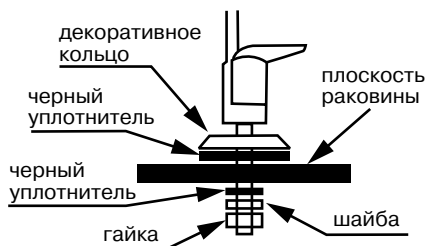

Рис. 4
Монтаж крана чистой воды* производите согласно **рис. 4**. Мы рекомендуем не затягивать гайку крана до завершения монтажа и проверки работоспособности системы, чтобы была возможность убедиться в отсутствии подтекания воды в месте соединения корпуса крана и резьбовой трубки. В комплекте с краном чистой воды для герметизации соединения с трубкой может поставляться набор уплотнений для подключения, либо кран может иметь в своем составе быстроразъемный коннектор. На **рис. 5а, б, в** приведены способы подключения трубки к крану чистой воды.
2. Откройте кран подачи воды (B).
3. Откройте кран чистой воды (A).
5. Через 2-3 минуты закройте кран чистой воды (A). Система готова к эксплуатации.
7. Убедитесь в отсутствии протечки внизу корпуса крана чистой воды, затяните гайку крана (см. **рис. 4**).